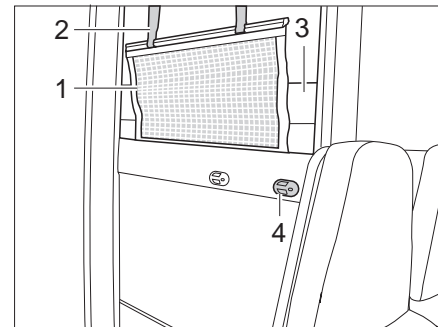

Fig. 126 Lit superposé (côté)
- Retirer le matelas (Fig. 126,3) du lit supérieur et le poser sur le lit inférieur.
- Accrocher l'échelle de montée par les longerons sur le bandeau (Fig. 126,4) installé sur le cache.
Le filet de sécurité (Fig. 126,1) de série est rangé entre le matelas et le sommier à lattes. Ne tendre le filet de sécurité qu'une fois que les personnes se trouvent dans la capucine.
- Faire s'enclencher les sangles de retenue (Fig. 126,2) dans les œillets du plafond.